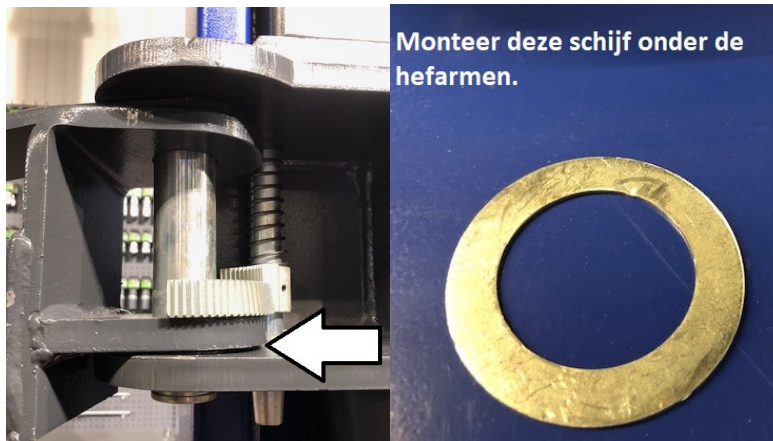

fig.18a
3. Plaats de arm in de uitsparing van het heflichaam en zorg dat de ring (fig.18a) tussen de hefarm gemonteerd wordt en lijn de gaten uit.